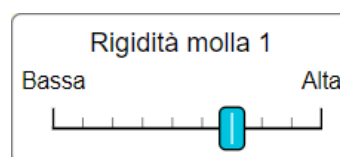

Fig. 2 Molla con alta rigidità
- Molla con rigidità maggiore (settima tacca della scala di rigidità, vedi fig. 2)